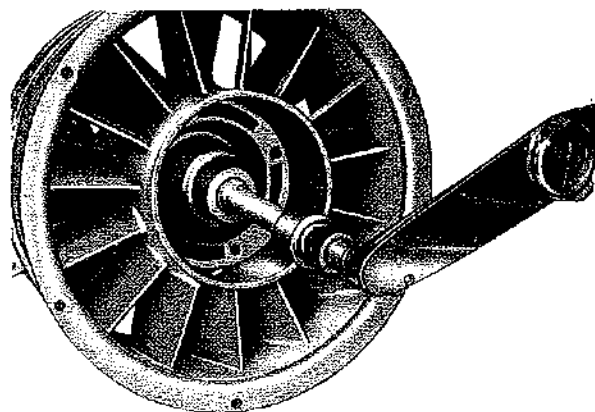

Fig. 38
- Assemblare l'albero 6 con ventola 4 e diffusore 1 interponendo i distanziali 5. Serrare il dado 7 a 35 kgm. (Fig. 38).